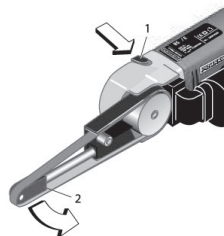

Fig. 6
2. Premir o botão de retenção **1** (Fig. 6) e ajustar a cabeça rectificadora (2) no ângulo pretendido.